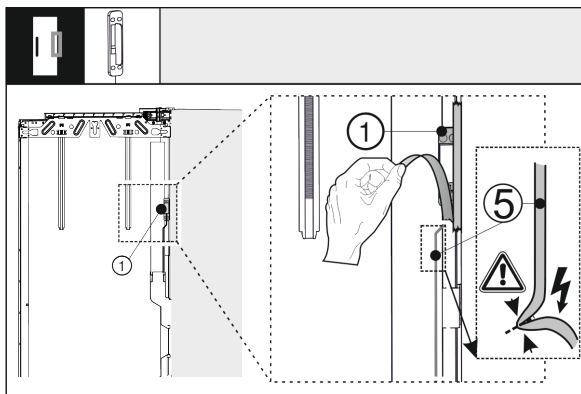

Fig. 40
- Klopfsensor Fig. 40 (1) von der Außentür lösen. Das Verbindungskabel Fig. 40 (5) nicht beschädigen.